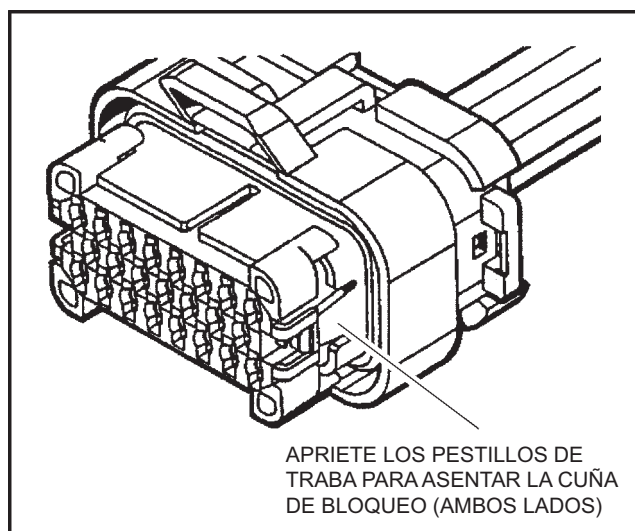

Figura 7-8. Figura 3 de montaje del conector
3. Luego de insertar todos los contactos necesarios, la cuña de bloqueo debe cerrarse y quedar en posición bloqueada. Libere los pestillos de bloqueo apretándolos hacia adentro (Vea Figura 7-8.).